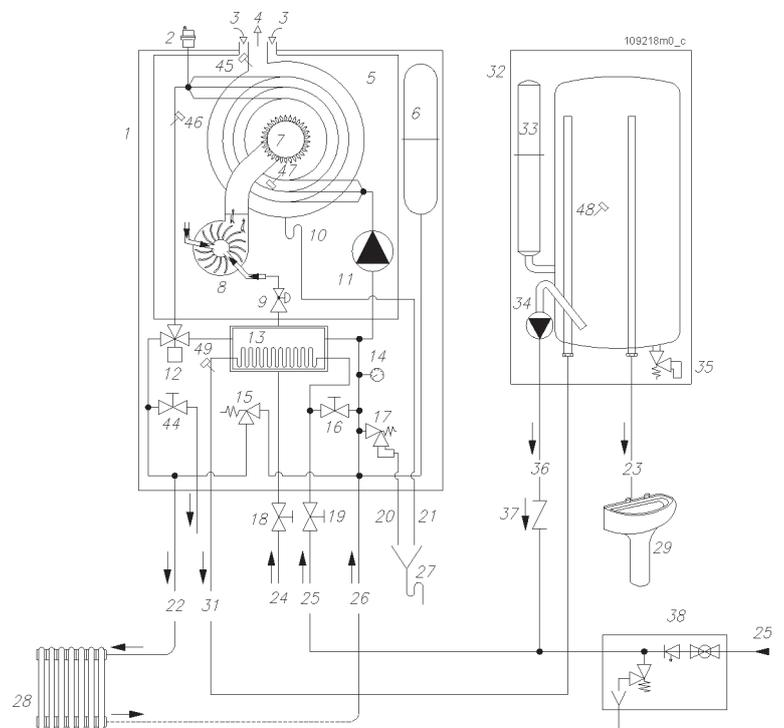

Abbildung 5 - Hydraulikplan angeschlossen an Boiler Serie WKM mit Brauchwasserspeicher und Flächenheizung.
- WKM – Mit diesem Heizkessel kann man eine Anlage für die Warmwasserbereitung mit einem Brauchwasserpufferspeicher sowie eine Heizungsanlage realisieren, deren Heizkörper Temperaturen zwischen 30°C und 45°C. Für ein Beispiel dieses Anlagentyps siehe Abb. 5.